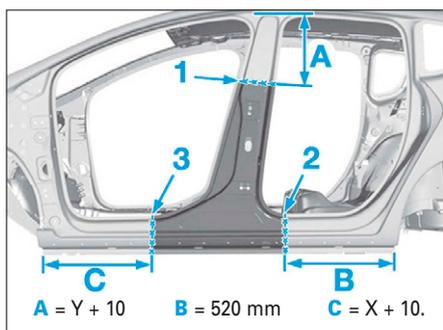

FIG. 63
- Tracer et découper en (1), (2) et (3) (Fig.63).